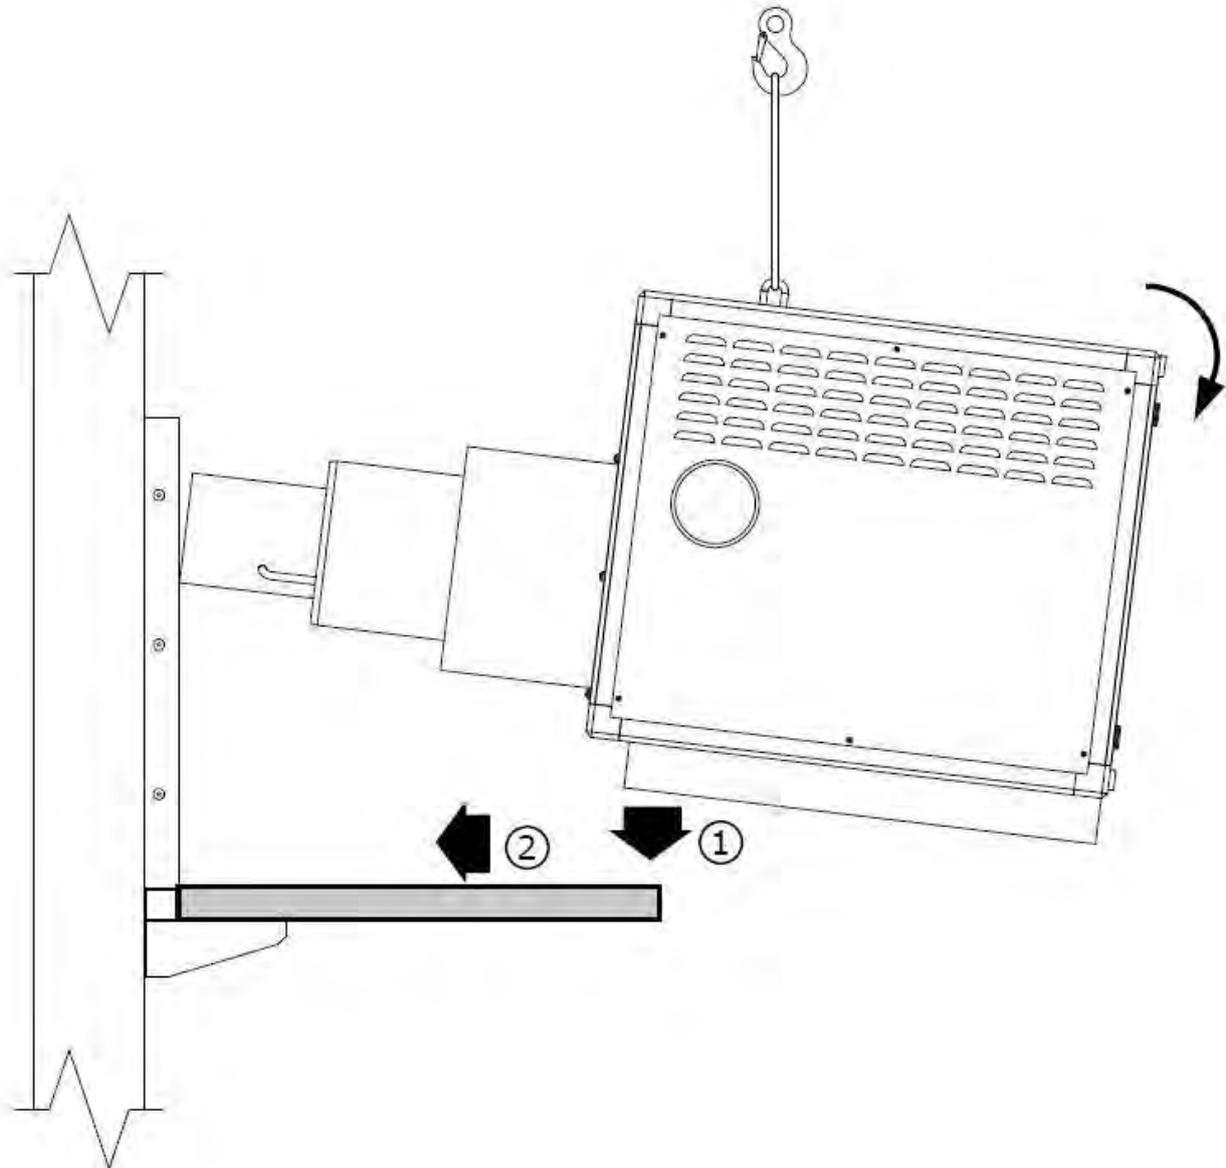

Fig. 12
**Faire attention lors de la manutention avec les manilles. L'unité de combustion tend à s'incliner légèrement vers l'arrière (fig 12) pour équilibrer le poids de l'unité sachant que la position des points de suspension est décalée par rapport au centre de gravité de l'unité de combustion.**